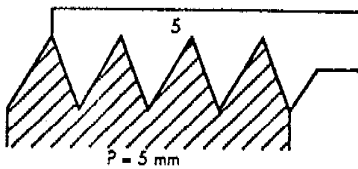
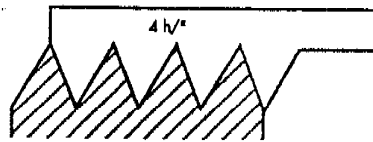

Figura 6
Figura 7
- a. Con verificadores de rosca en mm (Figura 6) y en número de hilos/1" (Figura 7).